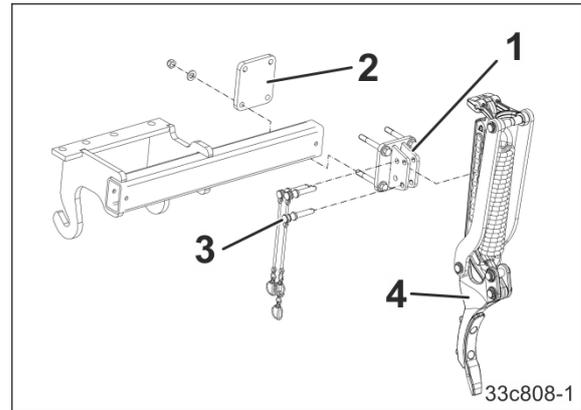

图 78
1. 将轮迹松土器支架（图 78/1）及端子板（图 78/2）拧紧到安装框架上。
2. 用插销（图 78/3）将轮迹松土器（图 78/4）插到最上面并用制轮楔固定住。